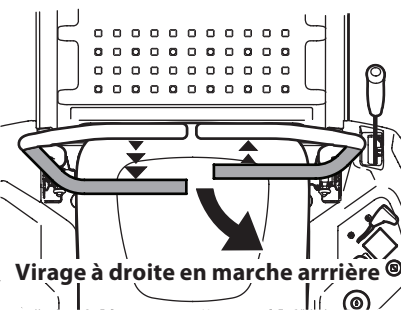

Figure 32
- Pour tourner à droite en marche arrière, poussez la barre de conduite droite vers l'avant et tirez la barre de conduite gauche vers vous. Voir Figure 32.